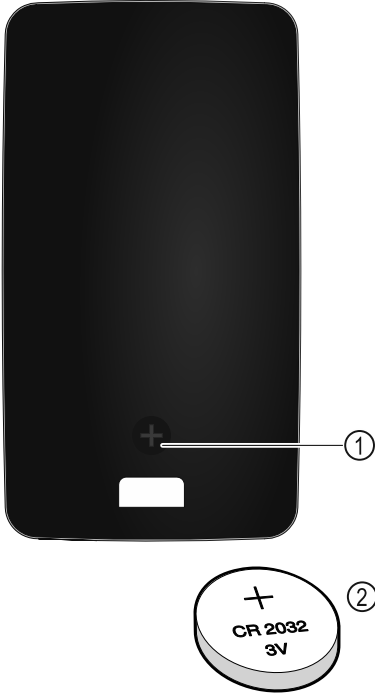

Fig. 149
Die Stromversorgung der Fernsteuerung erfolgt über eine Batterie des Typs CR 2032 mit 3V Fig. 149 (2), welche im Fachhandel erhältlich ist.
- ▶ Schraube Fig. 149 (1) auf Rückseite der Fernbedienung herausdrehen.